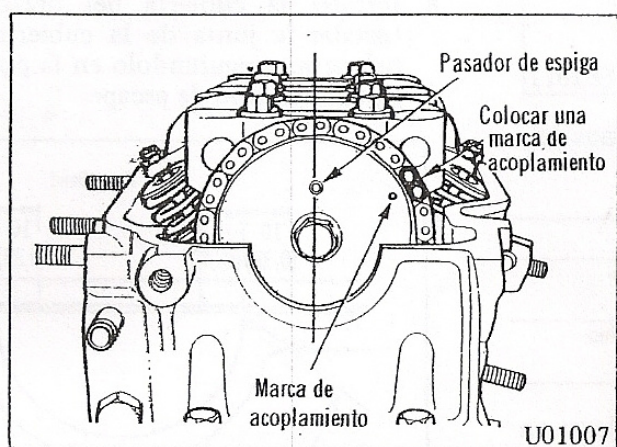

Fig. 7 Desmontaje de la rueda dentada
16. Desmontar los pernos de fijación de la rueda dentada del árbol de levas. Confirmar que el pasador de espiga en el extremo delantero del árbol de levas se encuentra en la posición que aparece en la Fig. 7, y colocar una marca de acoplamiento (con pintura blanca o similar) en la cadena de distribución pasando por la marca de acoplamiento de la rueda dentada.